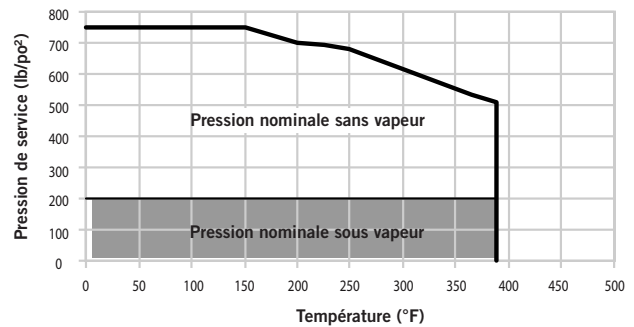

Figure 1 : Catégories 40 et 80 et épaisseurs équivalentes
- Pour les applications autres que la vapeur utilisant des tuyaux d'acier ordinaire de catégories 40 et 80 ou des tuyaux métriques d'épaisseurs équivalentes, les accouplements type 870 sont adéquats pour les pressions de service allant du vide complet (29.9 po Hg/ 760 mm Hg) jusqu'à 740 psi/5 102 kPa selon la température maximale du système. Pour une pression ou température nominale particulière, veuillez vous référer à la Figure 1.